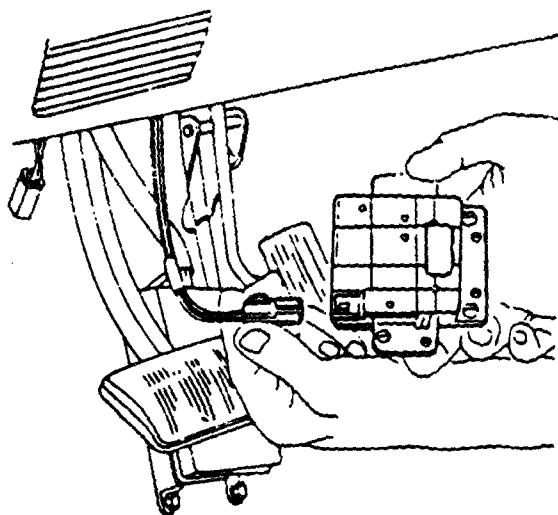

图 1-8 排放系统维修定时器的更换
- 2) 将计时器从支架上拿下来，然后将电路插接件断开，并把计时器从车上拿开，见图 1-8。